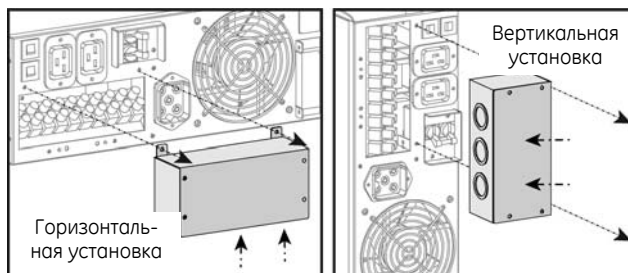

рис. 3.3.6.a
2. Прорежьте соответствующие отверстия в крышке. Зафиксируйте входной и выходной кабели с помощью муфт (рис. 3.3.6.b).
3. ВХОД. Подключите входной кабель к клеммам "L" (фаза), "N" (нейтраль) и проводник заземления к клемме "⚡". **Заземление обязательно!** (рис. 3.3.6.c).